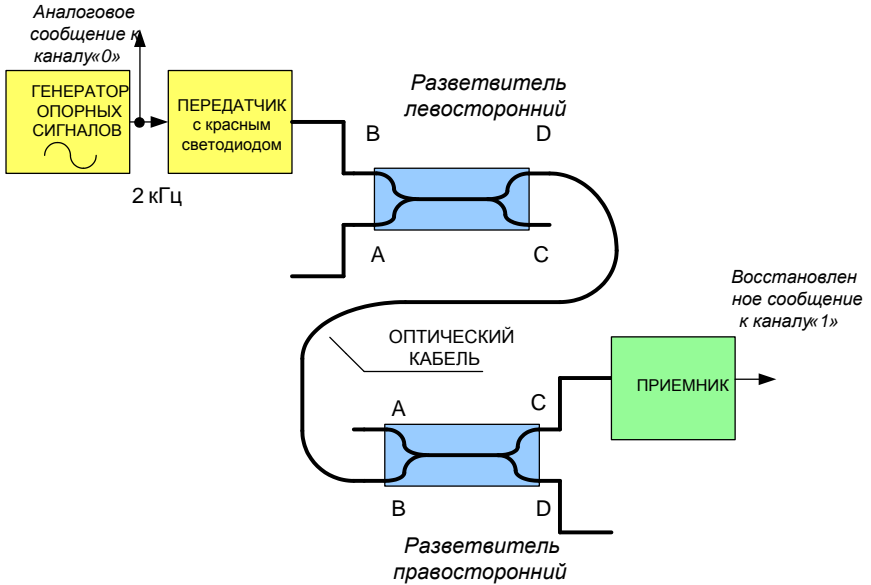

Рис.2. Структурная схема линии передачи аналогового сигнала
- Для выполнения дальнейших исследований, используется структурная схема рис.2.